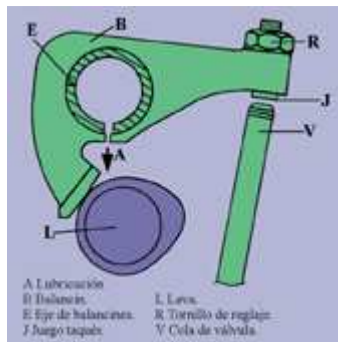

Fig. 19
### Balancines (fig. 19 y fig. 20)
**Balancines oscilantes (fig. 19)**